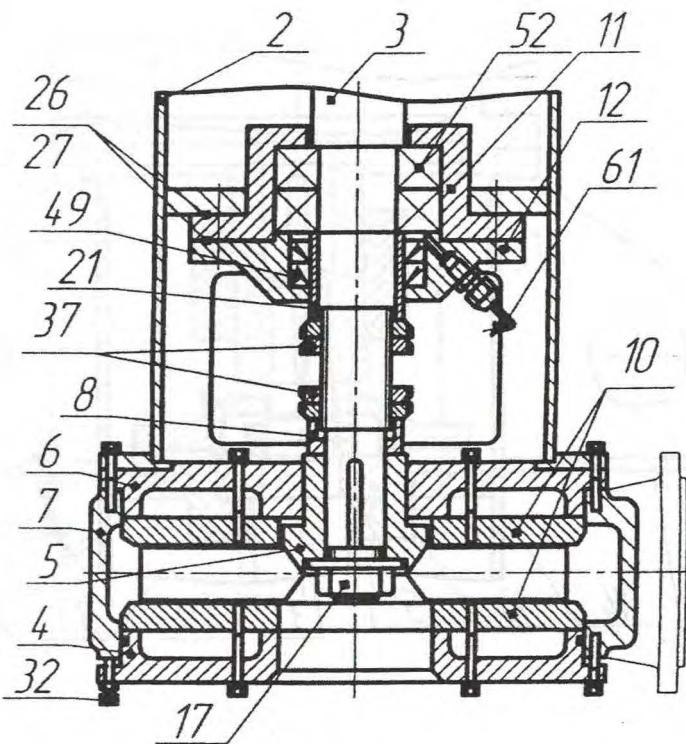

Рис.3
17.5 Необходимо следить за износом рабочих органов насоса , при незначительном износе произвести регулировку зазора между плитами 10 и рабочим колесом 5, рис.3, приложения.
21.4 При сборке необходимо установить зазор между рабочим колесом и плитами в пределах от 0,3 мм до 1,0 мм. Зазор между верхней плитой и лопастями рабочего колеса регулируется гайками 37, установленными на шейке вала. Зазор между рабочим колесом и нижней плитой регулируется при установке нижней крышки улитки, при помощи регулировочных болтов 37, Рис.3, приложения.